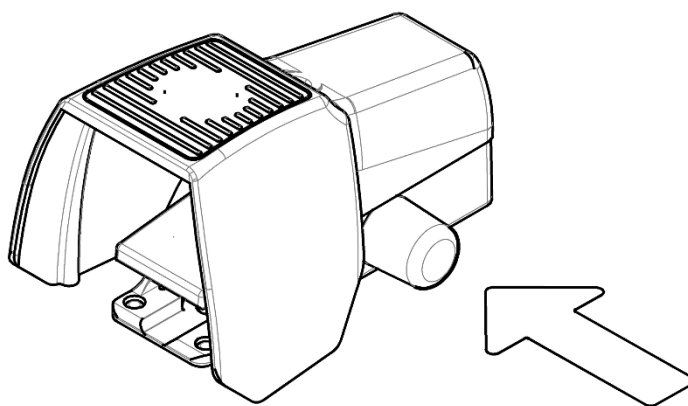

Рис. 3: Разблокировка ножного переключателя
- Если аварийная остановка была активирована ножным переключателем: разблокируйте ножной переключатель путем нажатия на синюю силиконовую кнопку на боковой стороне переключателя (см. рис. 3).